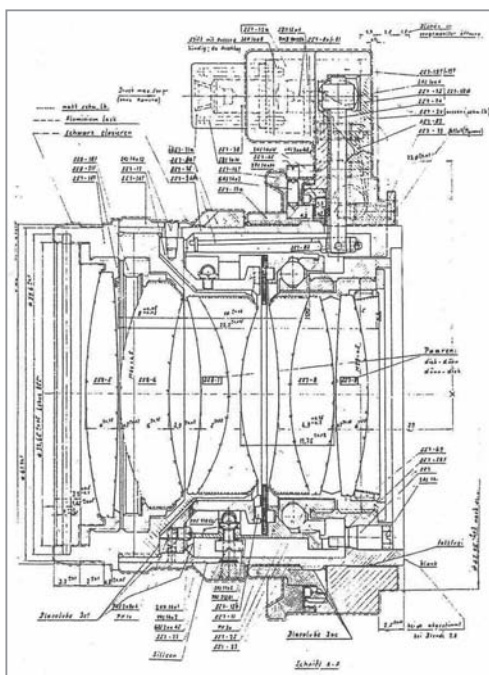

Abb. 43: Ausschnitt aus der Zusammenstellungszeichnung, Kern-Photo-Switar 1,8/50 mm für Alpha-Kameras, 7-linsiges Objektiv, bestehend aus 5 Gliedern.
- Kern-**Photo-Switar** 1,8/50 mm, (Abb. 43), 7-linsiges Objektiv, bestehend aus 5 Gliedern. Entfernungseinstellung 0,5 m bis Unendlich. Abbildungsmaßstab bei grösster Naheinstellung = 1:9